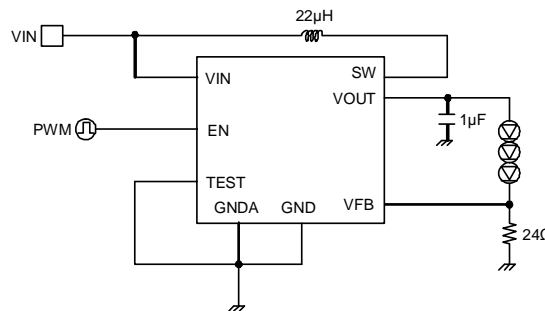

Figure 17. EN 端子の PWM による輝度調整例 ($f_{\text{PWM}}=100\sim 300\text{Hz}$)
1) PWM 輝度調整は Figure 17. で示される通り EN に PWM 信号を与えることにより行われます。